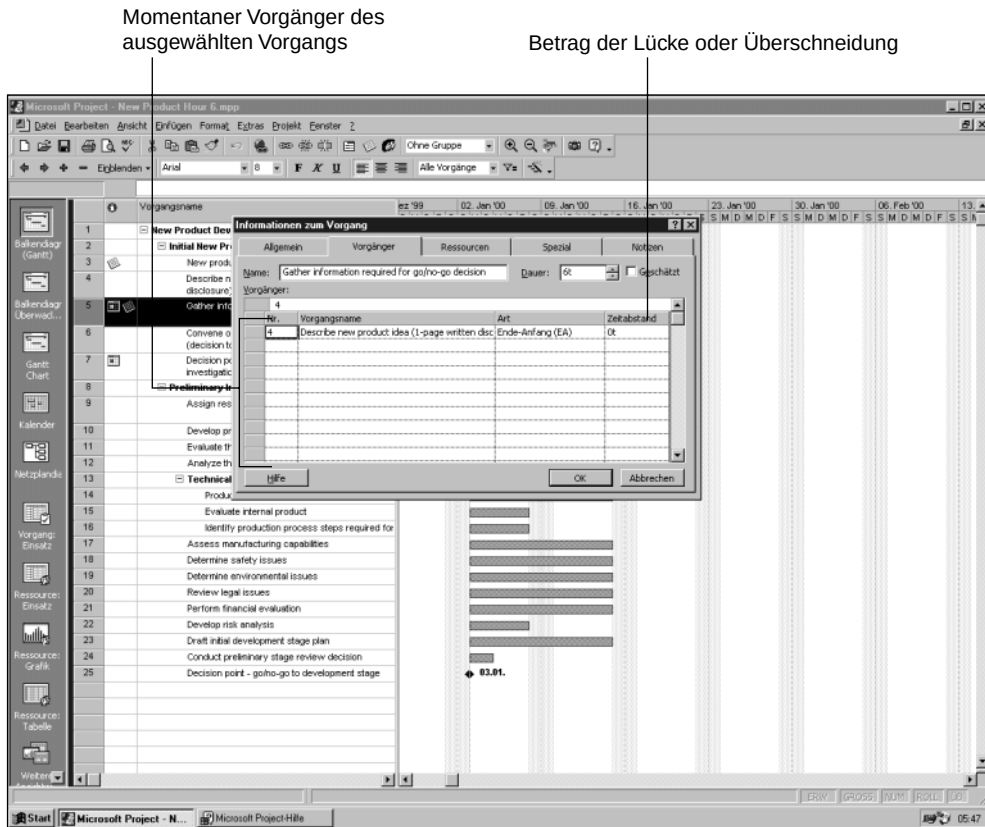

Abbildung 6.5:
In Abbildung 6.5 wurde Vorgang 5 markiert und sein Dialogfeld INFORMATIONEN ZUM VORGANG durch doppeltes Klicken auf den Vorgangsnamen geöffnet. Dann wurde die Registerkarte VORGÄNGER aktiviert. Alle momentanen Vorgänger sind mit ID-Nummer und Name aufgeführt. Die Anordnungsbeziehung und jeder positive (oder negative) Zeitabstand wird ebenfalls angezeigt. In diesem Beispiel kann der markierte Vorgang 5 beginnen, wenn Vorgang 4 abgeschlossen wurde (EA-Beziehung), und es gibt keine Überlappung oder Lücke (0t).
3. Aktivieren Sie die Registerkarte VORGÄNGER (siehe Abbildung 6.5).